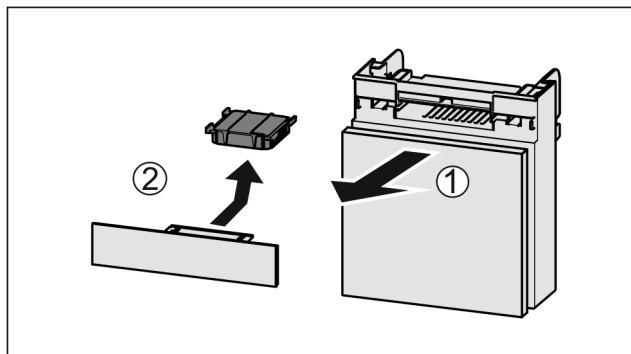

Fig. 34
- Estrarre il vano tirando in avanti Fig. 34 (1).
- Rimuovere il filtro a carboni attivi Fig. 34 (2).